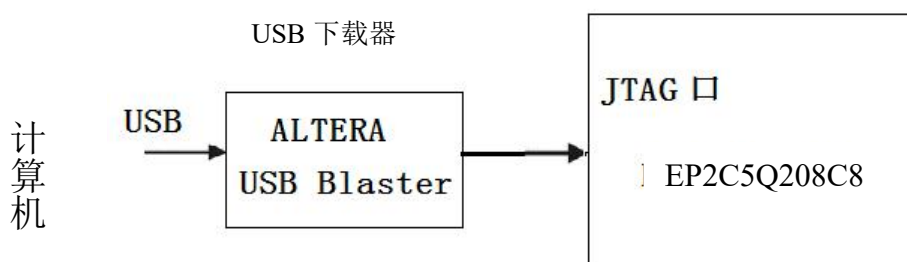

图 1-2-27 USB 下载器与开发板的连接图
(1) 关闭实验箱上的电源，用 USB 下载器分别连接计算机和目标器件的 JTAG 口，打开实验箱电源，如图 1-2-27 所示。